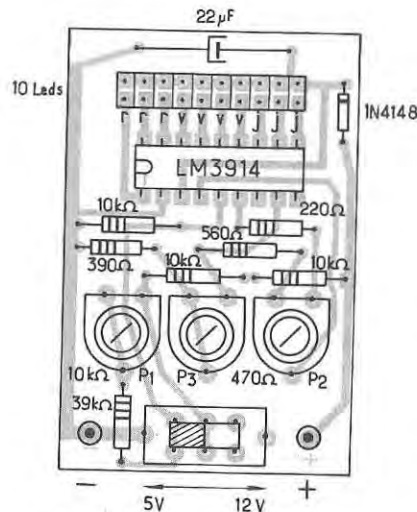

Fig. 2.3. - Pose des composants.
C'est l'affaire d'une demi-heure en se référant à la **figure 2.3**. Le plus difficile est d'aligner les diodes Leds (1)
(1) Attention au sens de ces diodes. En cas de doute, les tester avec une pile de lampe de poche. En montant une résistance de 220 Ω en série avec la diode, on peut déterminer facilement la polarité provoquant l'allumage et ainsi savoir lequel des deux fils il faut relier à la ligne + du circuit imprimé.